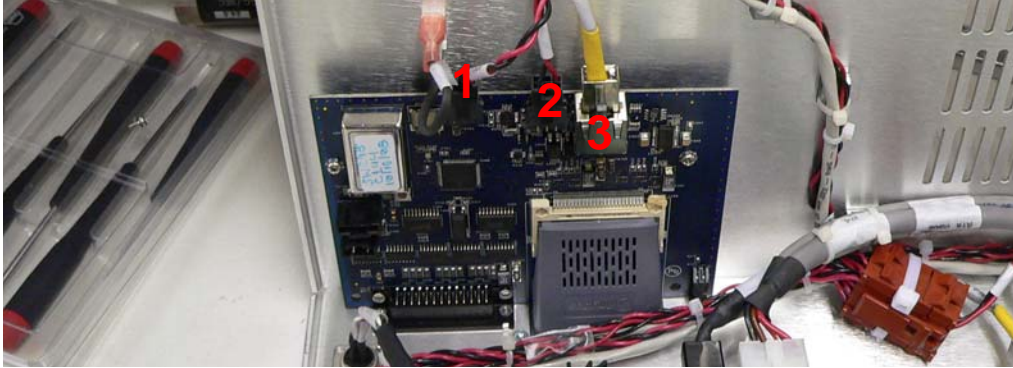

图 B-39 分立式 I/O 电路板布线
4. 断开（图 B-39）：
7. 重新连接（第 B-28 “页图 B-39）：